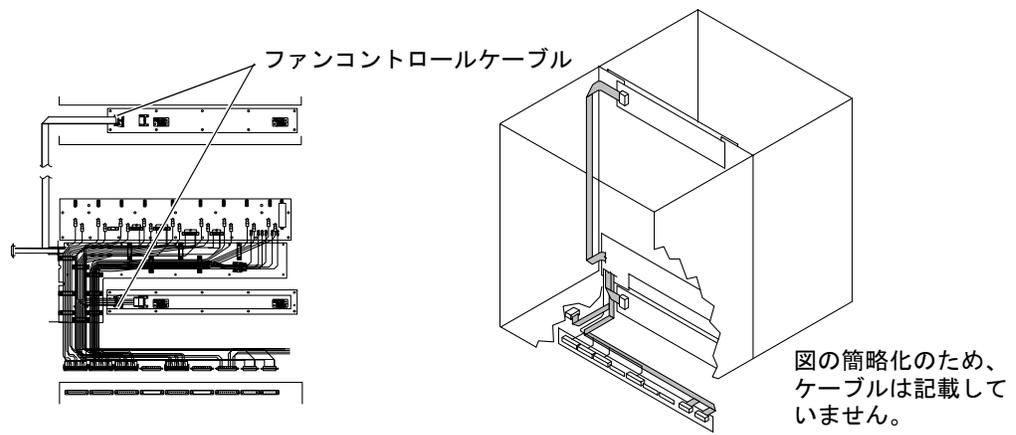

図 2-36 内部ケーブルハーネスセット
9. 上部および下部のカードガイド部品から手を入れて、I²C ファンケーブルを 4 つのファンバックプレーンに固定している灰色のコネクタを取り外します (図 2-36)。